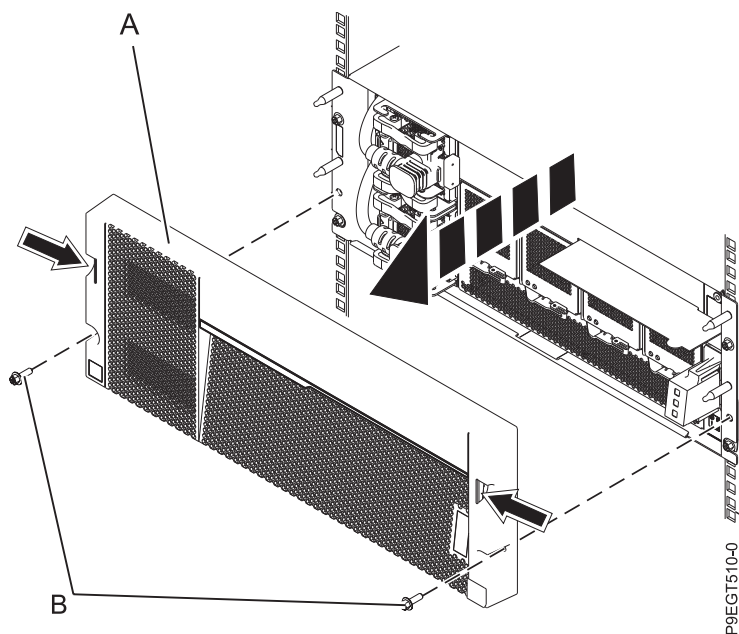

図 1. 前面カバーの取り外し
3. ねじ **(B)** を取り外して前面カバーを取り外してから、前面カバー **(A)** を指で引いて EMX0 PCIe3 拡張ドロワーから外します。2 ページの図 1を参照してください。